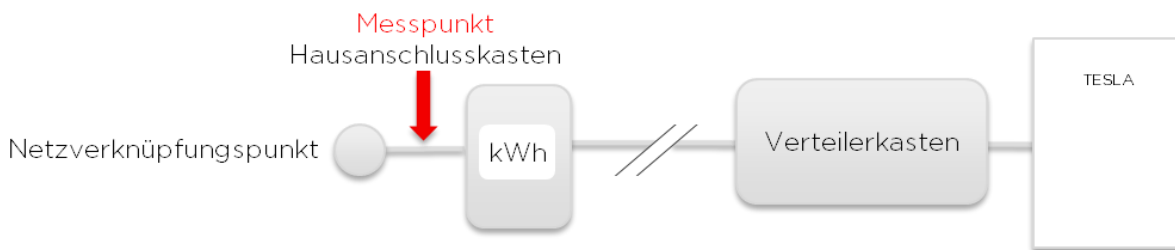

Abbildung 28: Impedanzmessung vor der Erstellung der Systemauslegung
Messen Sie die Impedanz zwischen Phase und Neutraleiter am Hausanschlusskasten wie in Abb. 28 dargestellt und vergleichen Sie diese mit den Werten aus Tabelle 1. Da sich die Empfindlichkeit des Systems gegenüber der Schleifenimpedanz mit steigender Anzahl an Powerwalls erhöht, hängt die zulässige Höchstimpedanz von der Anzahl der Powerwalls ab. Falls das Messergebnis den zulässigen Höchstwert überschreitet, haben Sie folgende Möglichkeiten:
4. Folgen Sie den Anweisungen des Herstellers, um eine Messung der Impedanz am Hausanschlusskasten durchzuführen (Abb. 28). Schalten Sie das Messgerät in den geeigneten Impedanzmessmodus und führen Sie eine Messung zwischen Leiter und Neutral durch